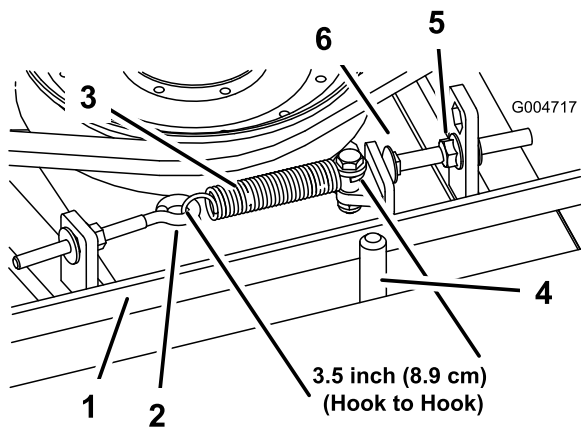

Figura 73
Quando a tensão estiver correta, a medida interior da mola de extensão (gancho a gancho) deverá ser de cerca de 8,3 cm a 9,5 cm. Logo que se obtenha a tensão correta da mola, ajuste o pino de fecho (parafuso da carroçaria) até haver uma folga aproximada de 2 a 5 mm entre a cabeça do parafuso e o braço intermédio (Figura 73).
Nota: Certifique-se de que correia está colocada no lado da mola do guia da correia (Figura 73).
2. Desaperte o parafuso com olhal permitindo a remoção da mola de extensão (Figura 73).
3. Desaperte a porca flangeada que prende o pino de fecho à patilha de montagem e afaste a polia intermédia da correia para libertar a tensão da correia (Figura 73).
9. Ligue a mola de extensão (Figura 73) ao parafuso de olhal e aplique a tensão na correia como se segue: